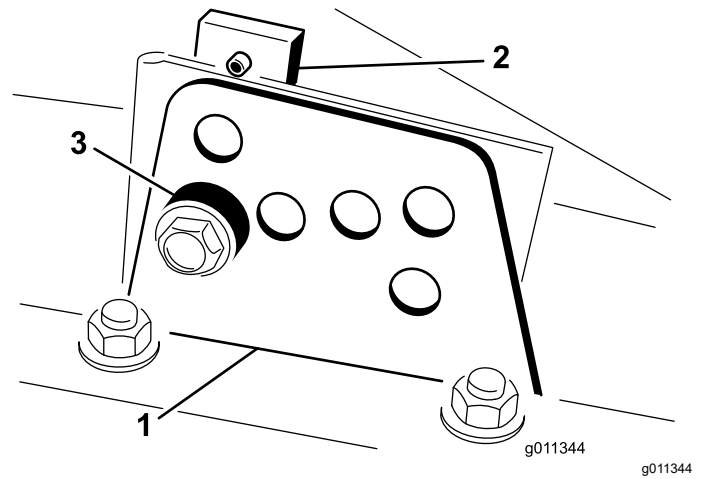

Рисунок 22
2. Ослабьте болт, который крепит каждый кронштейн высоты скашивания к пластине регулировки высоты скашивания (с передней и боковых сторон), как показано на Рисунок 22.
4. Удерживая камеру, снимите проставку (Рисунок 22).